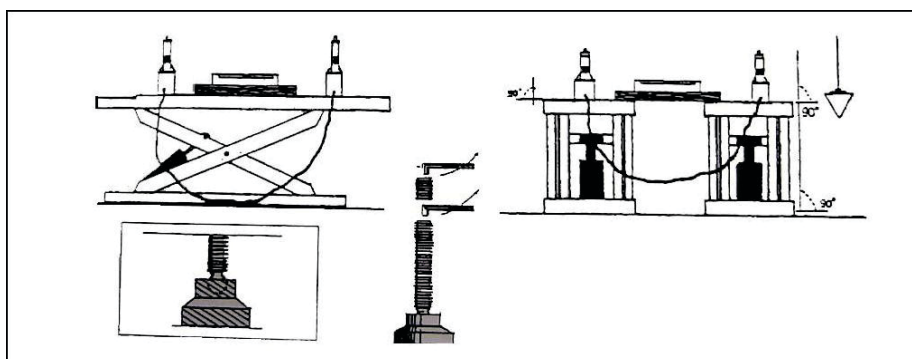

fig.19
9. Vérifier que les surfaces des plateformes gauche et droite sont de niveau latéralement et longitudinalement à l'aide d'un niveau à bulle (Fig. 19).